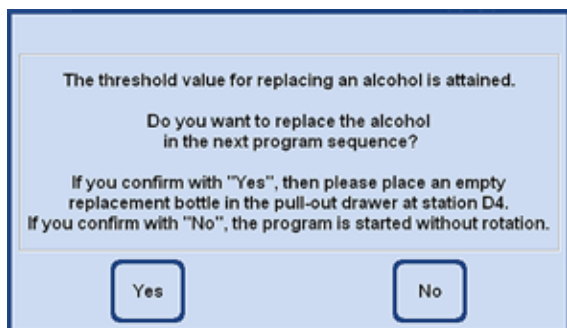

Fig. 150
Dacă se detectează o valoare a etanolului care se situează sub valoarea de prag setată, apare un mesaj pe ecran în acest sens și se recomandă înlocuirea (Fig. 150).
Dacă se apasă **NO (NU)** (Fig. 150), programul următor începe FĂRĂ rotația alcoolului.